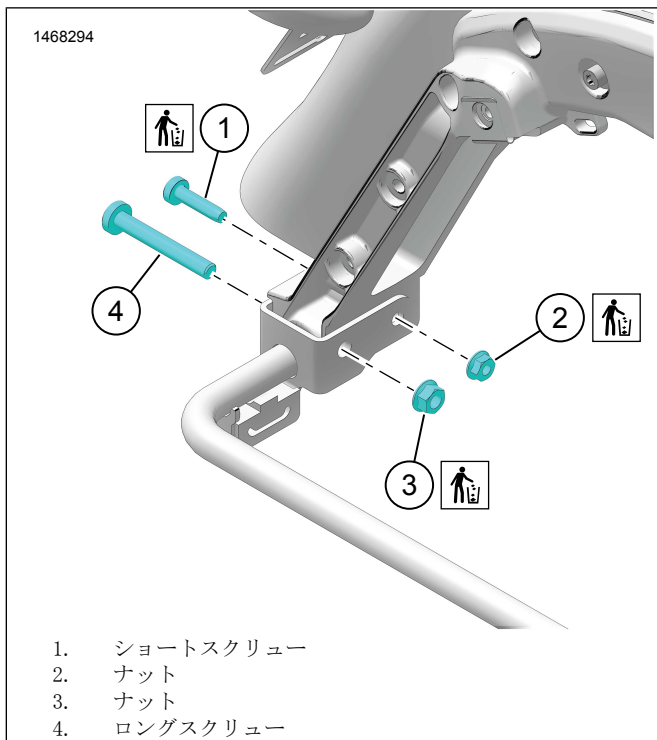

図3。ハードウェアの取り外し
1. 図3を参照してください。既存のハードウェアを取り外します:
- a. スクリュー(短) (1) とナット(2)。金具を廃棄します。
- b. スクリュー(長) (4) とナット(3)。ナットを廃棄します。